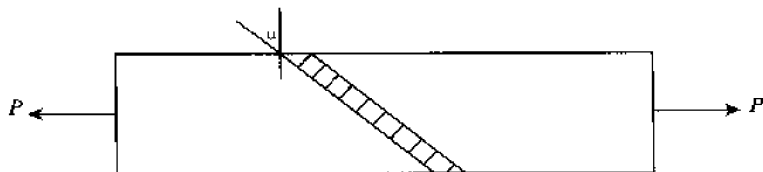

图 3-2
2. 图 3-2 所示杆件由两种材料在 $I-I$ 斜面上黏结而成。已知杆件横截面面积 $A=1000\text{mm}^2$,根据黏结剂要求,黏结面上拉应力不超过 $\sigma=16\text{MPa}$,剪应力不超过 $\tau=8\text{MPa}$ 。若要